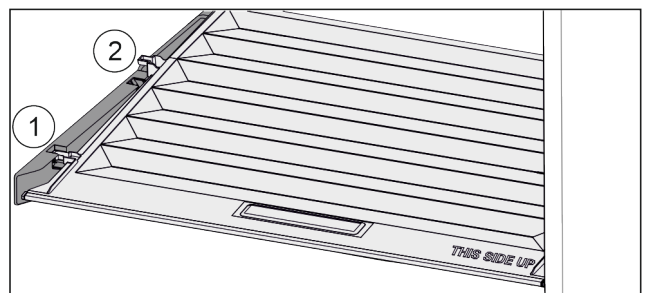

Fig. 96
- ▶ Trageți capacul în față Fig. 96 (1) până la orificiul din piesele suportului.
- ▶ Ridicați în spate de jos și scoateți Fig. 96 (2) în sus.